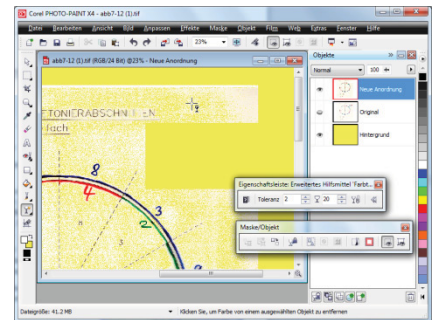

Abb. 10-52: Papierfarbe und Text löschen
- Handschriftlichen Text löschen: HM RECHTECKMASKE (ÜBERLAGERUNGSMASKE = AUS, MASKEN-MARKIERUNGSRahmen = Ein) ► Rechteckigen Bereich markieren und mit ENTF-Taste löschen ►► In der Vergrößerung wird deutlich, daß die Papierfarbe sichtbar ist und so durch das Löschen ein Loch entstanden ist (Abb. 10-52) ► SL MASKE/OBJEKT | MASKE LÖSCHEN